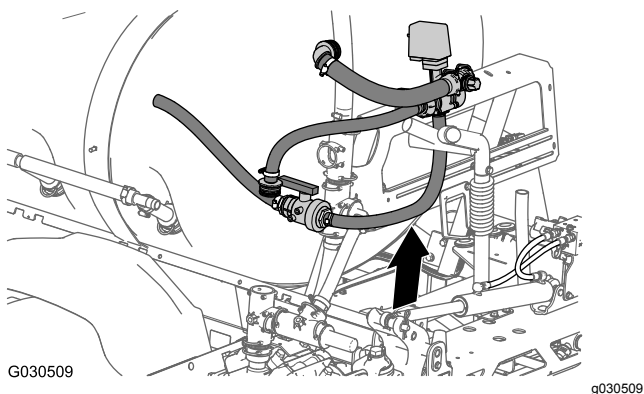

Figura 69
8. Rimuovete la valvola dell'agitatore (e la valvola di bypass), la valvola a sfera e i flessibili che sono collegati alle valvole dalla macchina (Figura 69).